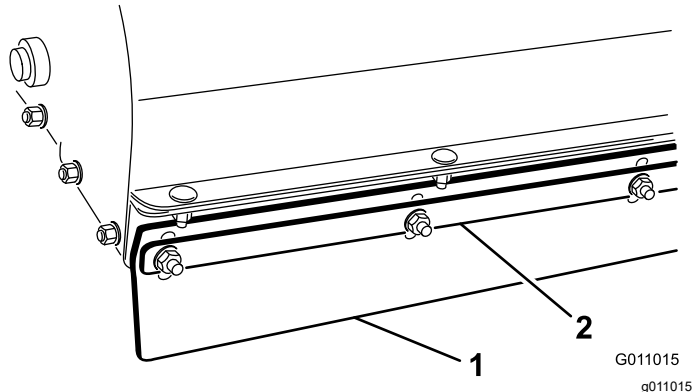

Figura 23
1. Afloje las tuercas que fijan la pletina metálica y el faldón delantero al alojamiento del cepillo (Figura 23).